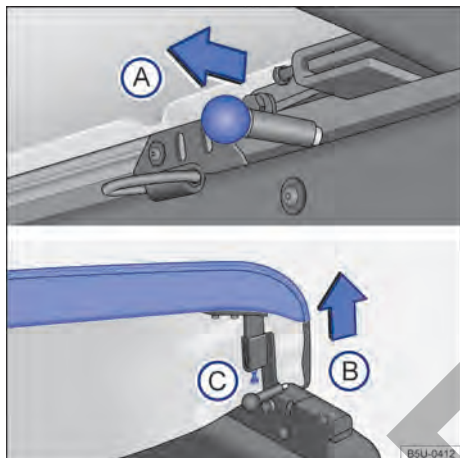
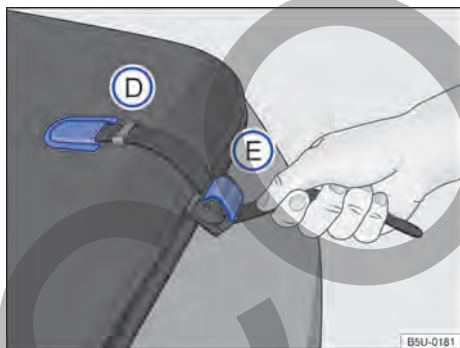

Fig. 49 Trabas y tornillo de ajuste del estiramiento de la capota marítima.
Fig. 50 Fijación de la capota marítima.
- Desplazar el perno de bloqueo → fig. 49 (A) en el sentido de la flecha, en ambos lados, simultáneamente.
- Levantar el extremo de la capota en el sentido de la flecha (B).
- Para ajustar el estiramiento, soltar la tuerca y apretar el tornillo o soltar el tornillo (C), hasta alcanzar el estiramiento deseado.
- Retirar el extremo de la cinta de alojamiento → fig. 50 (D), en los laterales de la capota marítima, y forzar la cinta hacia abajo, para desbloquear la traba (E).
- Insertar el extremo de las cintas en el alojamiento (D), para facilitar el recogimiento de la capota marítima.